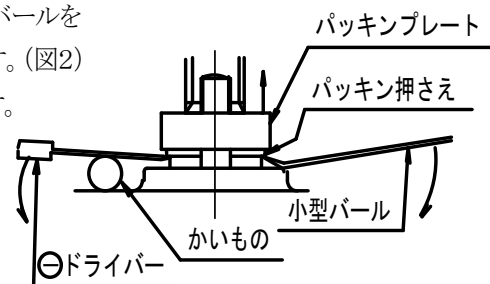

図2
2) ㊨パッキン押さえの外周のツバに㊦ドライバー又は小型バールを引っ掛けてコジリ上げ、パッキンボックスから引き抜きます。(図2) 少しずつ両側から交互にコジリと浮き上がり易くなります。